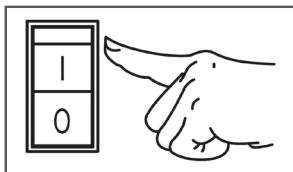

Рис. 11 Выключатель зажигания
4. Выключатель зажигания на панели управления переведите в положение «I» (Вкл.) (Рис. 11).